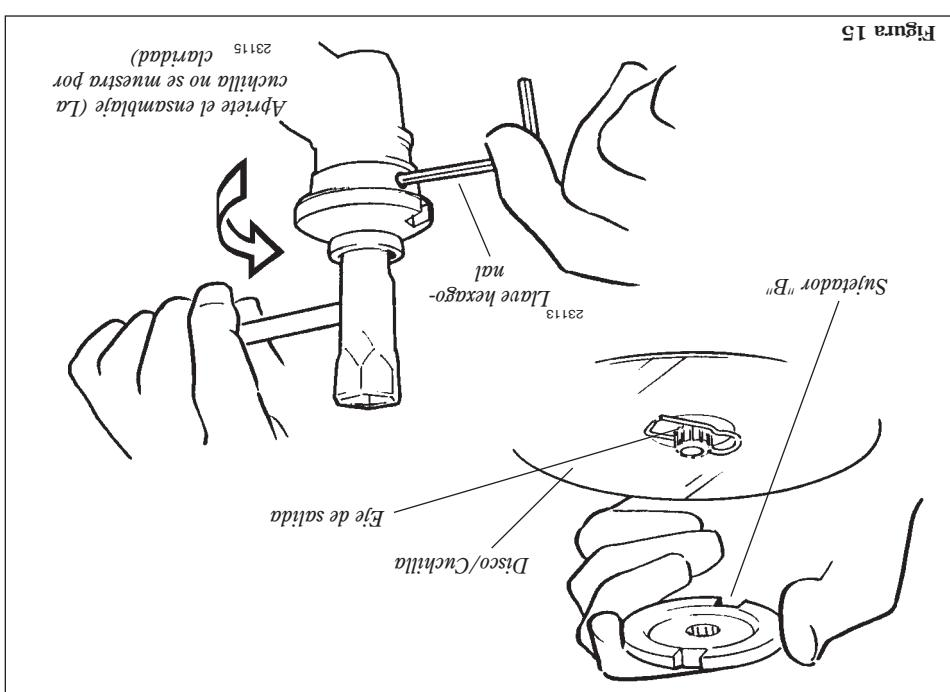

Figura 15
g. Instale el sujetador B en el eje de salida. Consulte la figura 15. El reborde en el soporte debe cubrir completamente el retén de seguridad, y debe encasiar apretadamente contra la cuchilla.